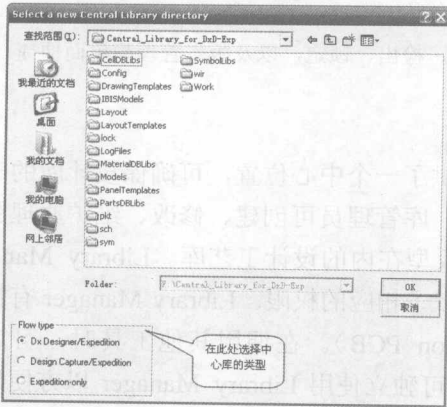

图 1-2-1 选择中心库类型
- 软件界面: 更新了软件界面, 将 WG 2004 中的 Dx-Expedition 与 DC-Expedition 两个不同的库管理器整合在同一界面中。新建中心库时, 可以指定中心库的类型 (对应的设计流程), 如图 1-2-1 所示